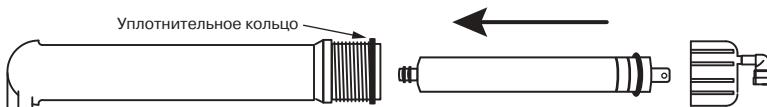

Рис. 15
1. Установите префильтры(ы). Первый префильтр (маркировка на колбе PREFILTER) уже установлен во всех моделях. В во вторую колбу (маркировка CARBON) установите угольный картридж. В третью ступень (SEDIMENT) установите механический префильтр. Картриджи, соответствующие ступеням очистки для каждой модели фильтров, перечислены в таблице на стр. 18. Для установки картриджа необходимо раскрутить колбу при помощи ключа (10). Аккуратно снимите защитную пленку с картриджа и установите его в колбу. Обратите внимание на маркировку "THIS END NEXT TO VESSEL THREADS" на верхней крышке картриджа или на указания на этикетке. Закрутите колбу вручную, без применения ключа, не прикладывая чрезмерных усилий.
2. Установите мембрану. Для этого отсоедините трубку (H) от быстроразъемного коннектора крышки мембранны. Открутите крышку колбы мембранны (маркировка MEMBRANE). Смажьте силиконовой смазкой резиновые уплотнения мембранны. Установите мембрану в корпус согласно **рис. 15**. Смажьте силиконовой смазкой уплотнение крышки колбы мембранны и аккуратно установите его на колбу. Закрутите крышку колбы мембранны и пристыкуйте трубку (H). Следите, чтобы уплотнительное кольцо крышки колбы было установлено на колбе без перекосов.